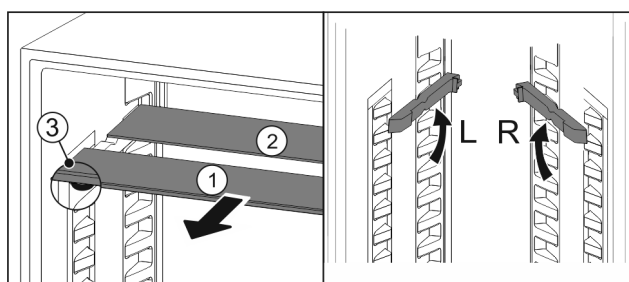

Fig. 102
- estrarre i ripiani di vetro singolarmente tirando in avanti Fig. 102 (1).
- ▶ Il piano in vetro Fig. 102 (1) con il motivo ornamentale è nella parte anteriore.
- ▶ I fermi Fig. 102 (3) sono rivolti verso il basso.